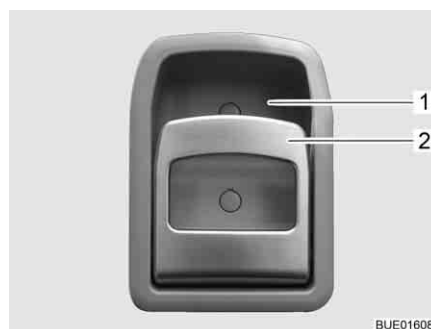

Bild 58 Türschloss Eingangstür, innen
- Am Griff (Bild 58,2) ziehen. Das Türschloss wird entriegelt bzw. geöffnet.
- Griff (Bild 58,2) oben in Richtung Griffschale (Bild 58,1) drücken. Das Türschloss wird verriegelt.